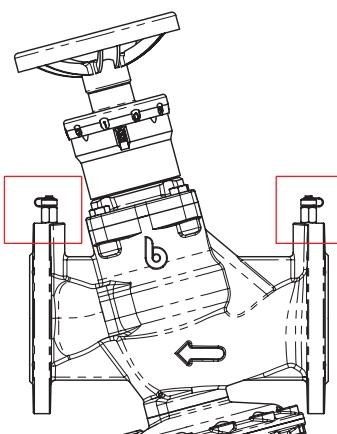

FIG.4A
- Les prises de pression sont auto-scellant. Dévisser le capuchon de la prise de pression et insérer la sonde (fig. 4A).